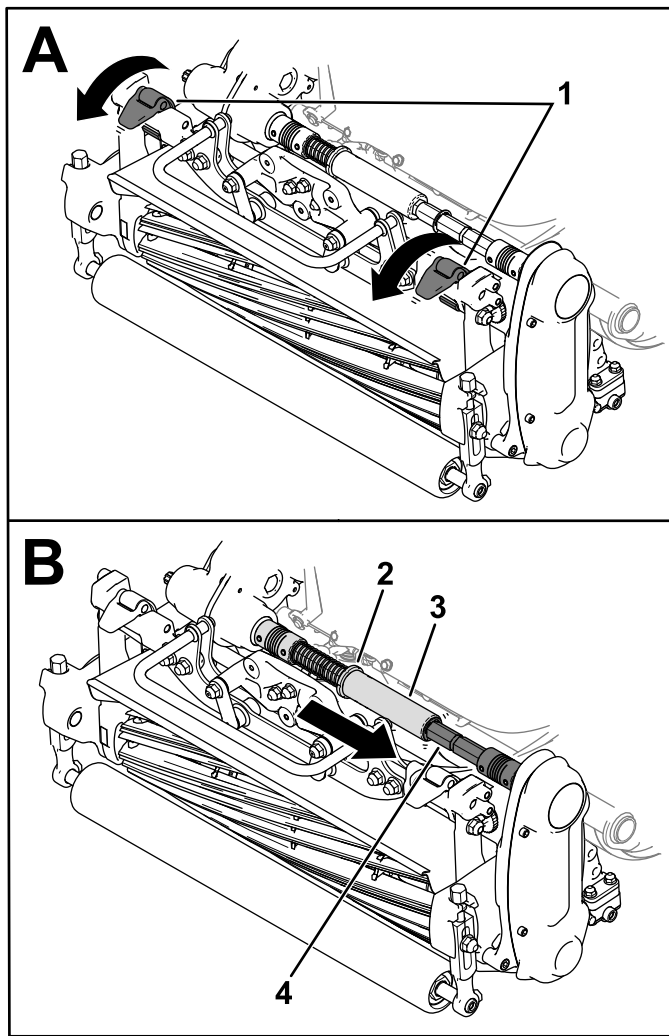

Figure 37
- Abaissez les verrous de suspension pour fixer l'unité de coupe sur la machine (Figure 37).
- Sortez le collet de la rainure de l'arbre d'accouplement de transmission et insérez le tube hexagonal dans l'arbre d'accouplement de l'unité de coupe (Figure 37).